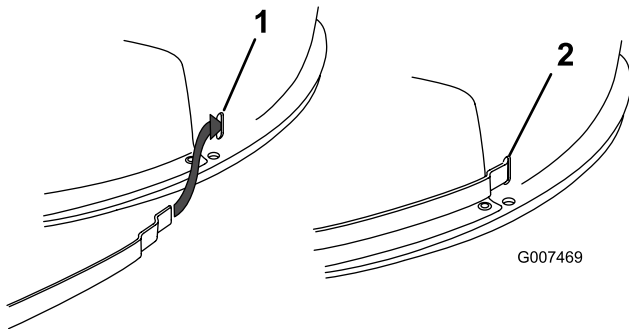

Figure 19
**Remarque:** N'enlevez pas les bandes du carter de tondeuse. Si une bande se détache du carter, insérez-la comme illustré (Figure 19).
16. Relevez le bac à herbe et remettez l'axe de chape, les 2 rondelles et la goupille fendue qui fixent le tube d'éjection à la plaque arrière (Figure 19).